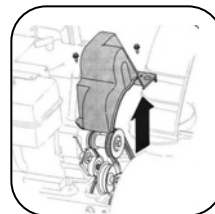

Рис.10
1. Снимите кожух ремня спереди двигателя, закрепленного двумя винтами. См. Рис. 10